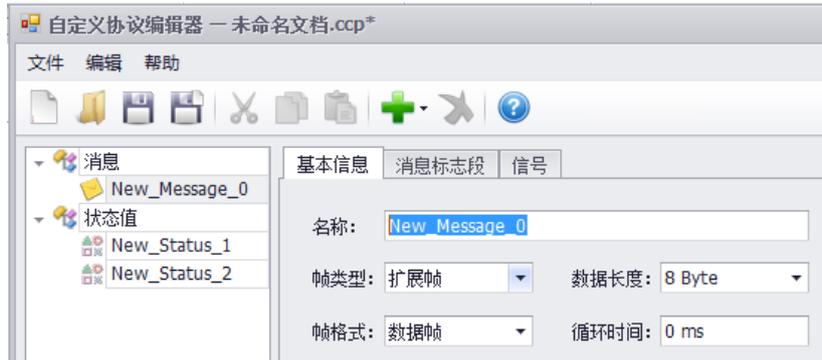

图 8.199 自定义协议_基本信息
- (2) 消息基本信息：定义某条消息的帧类型与数据长度，并且定义了协议处理的循环时间，默认是 0ms，即收到相关匹配的帧，就进行协议处理。如图 8.199 所示。